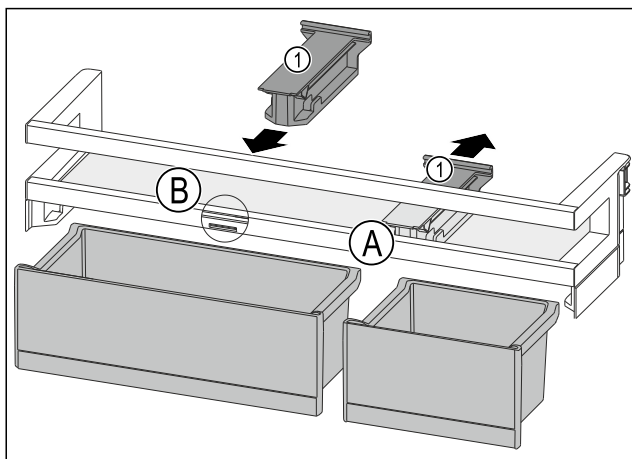

Fig. 89
- ▶ Desprindeți piesa de susținere Fig. 89 (1) din poziție Fig. 89 (A) spre spate.
- ▶ Introduceți piesa de susținere Fig. 89 (1) în poziție Fig. 89 (B).